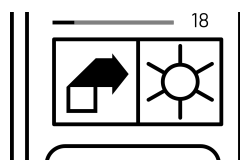

Рисунок 21 - Пиктограмма режима нагрева
- 3.6.2 Для выбора режима работы нажмите и удерживайте в течении 5 секунд кнопку «MODE». Пиктограмма над кнопкой (Рисунок 19, Рисунок 20, Рисунок 21) обозначает текущий режим работы. Основное поле меню регулировки уставки